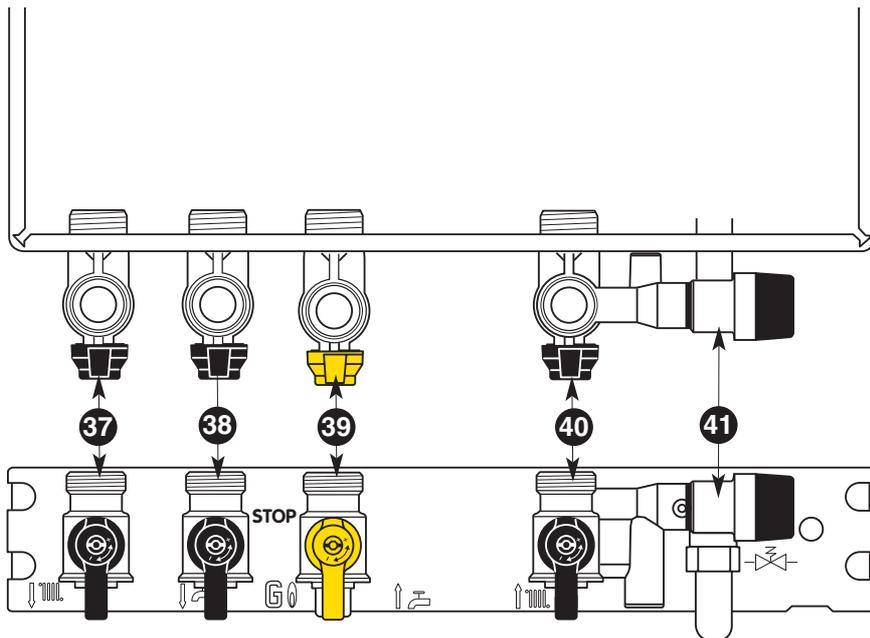

Fig. 26 - Vues de dessus et de face
Barrette robinetterie (fig. 26)
3. Ouvrir le robinet gaz **39** (fig.26).
Remarque: Dans certains cas d'installation, il est possible qu'il se produise, après puisage d'eau chaude, un léger réchauffement de la canalisation (et éventuellement d'un radiateur). Pour l'éviter, il suffit de fermer le robinet départ chauffage **37** (fig. 26). Ne pas oublier de l'ouvrir en début de saison de chauffage, lorsque l'on autorise à nouveau le mode chauffage.
- fermer le robinet gaz **39** (fig. 26)